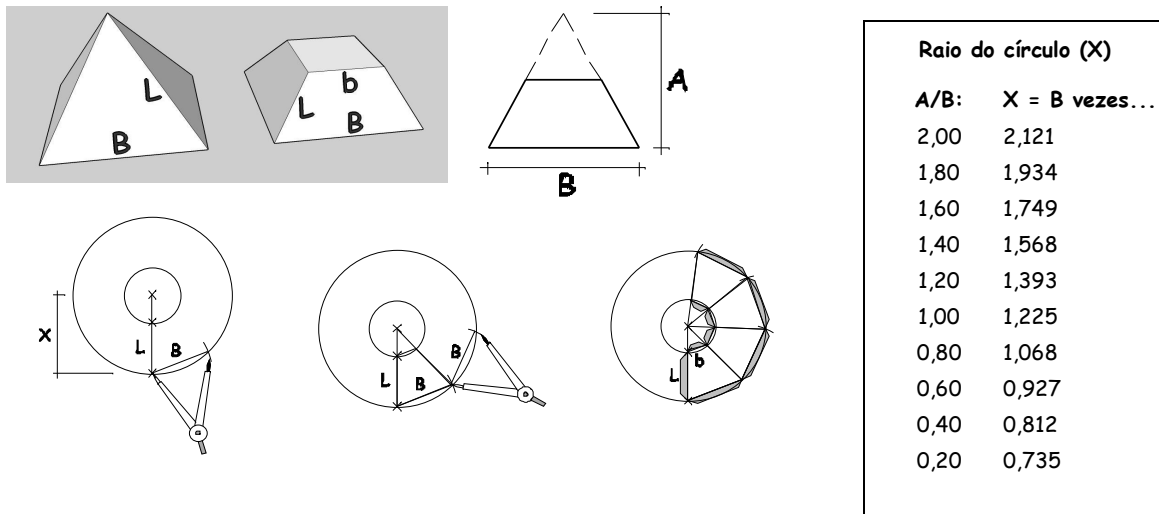

Figura 6.1.3 - Exemplo de construção de pirâmides de base quadrada.
Raio do círculo (X) da figura 6.1.3 para pirâmides com base triangular equilátera